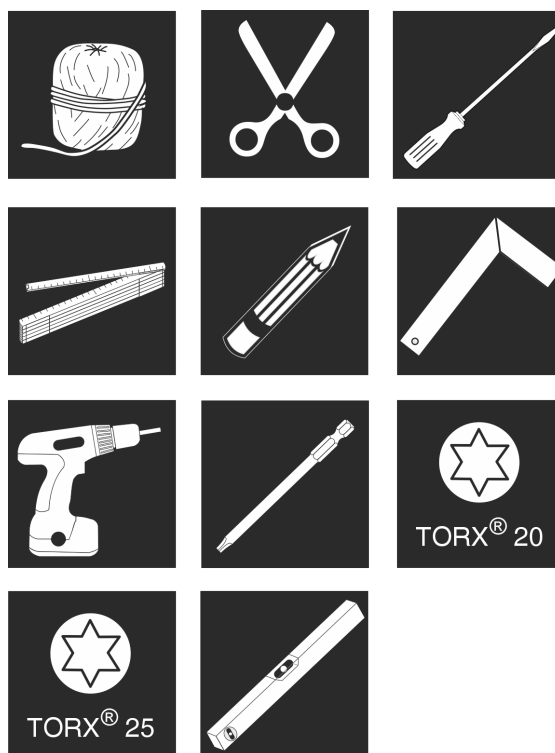

Fig. 9
1. Zapewnić narzędzie. Fig. 9 ()